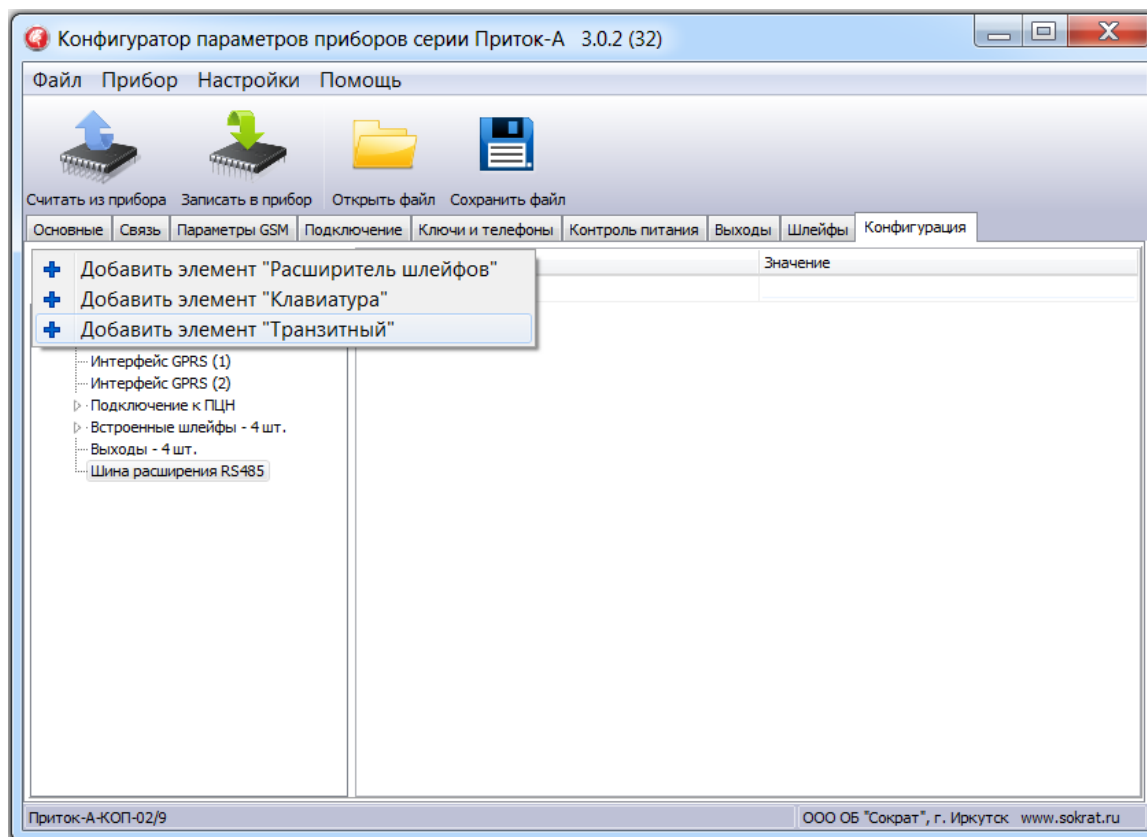

Рисунок 5
2) В окне программы перейдите во вкладку **«Конфигурация»**. Появится окно настроек параметров КОП. Выделите курсором пункт «Шина расширения RS485», нажмите кнопку  («Добавить модуль к текущему узлу»), выберите из списка «Добавить элемент Транзитный» (см. рисунок 5). В появившемся окне «Выбор прибора» выберите из списка «Модуль ответчиков МС-01» и нажмите **«ОК»**.